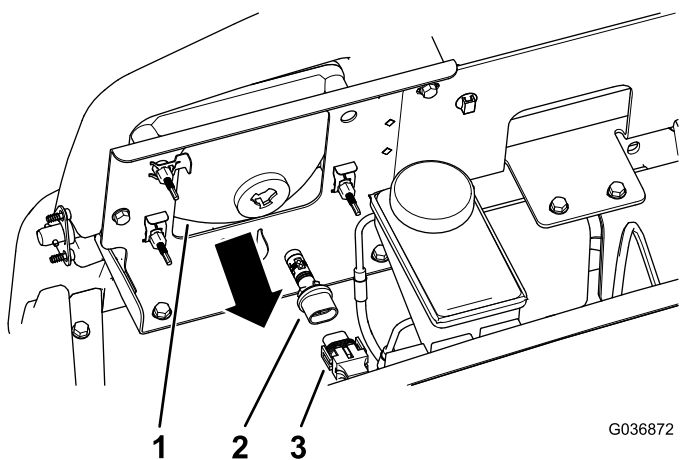

Figura 35
3. Scollegate il connettore elettrico del cablaggio dal connettore del gruppo luci sul retro del vano del faro (Figura 35).
4. Ruotate il gruppo luci di ¼ giro in senso antiorario spostandolo indietro, fuori dalla sede del vano del faro (Figura 35).
5. Inserite il nuovo gruppo luci e il vano del faro e allineate le linguette nel gruppo luci alle fessure nel vano del faro (Figura 35).
6. Fissate il gruppo luci ruotandolo di 1/4 di giro in senso orario (Figura 35).
7. Collegate il connettore elettrico del cablaggio al connettore del nuovo gruppo luci (Figura 35).